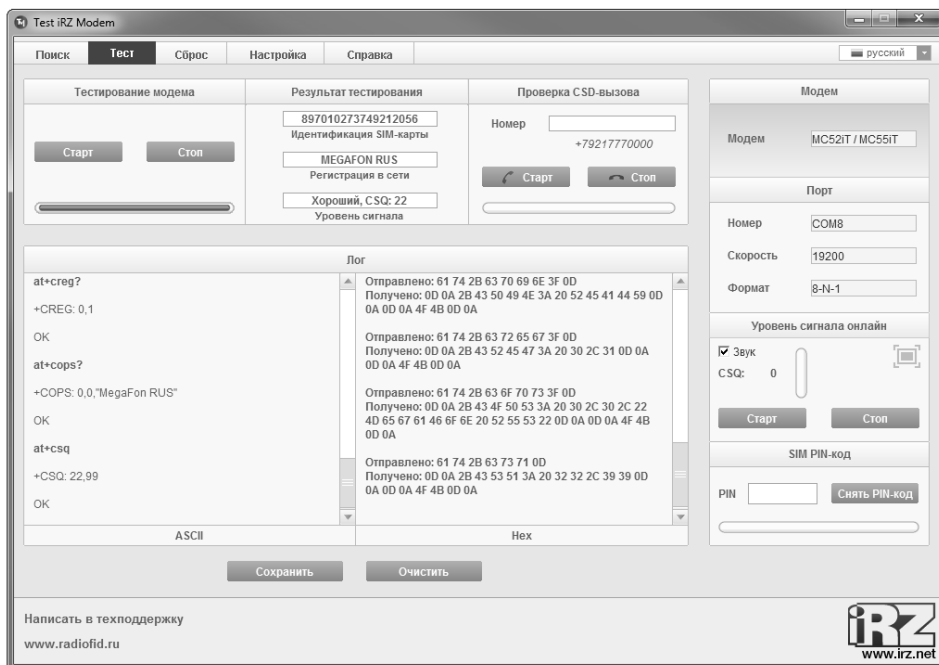

Рисунок 48 – Вкладка «Тест» окна программы «Test iRZ Modem»
3.6.4.6.2.4. Перейти во вкладку «Тест» (рисунок 48). В области «Тестирование модема» нажать кнопку «Старт». В случае успешного тестирования на экране появится окно с сообщением «Тестирование модема прошло успешно!». В области «Результат тестирования» отобразятся: